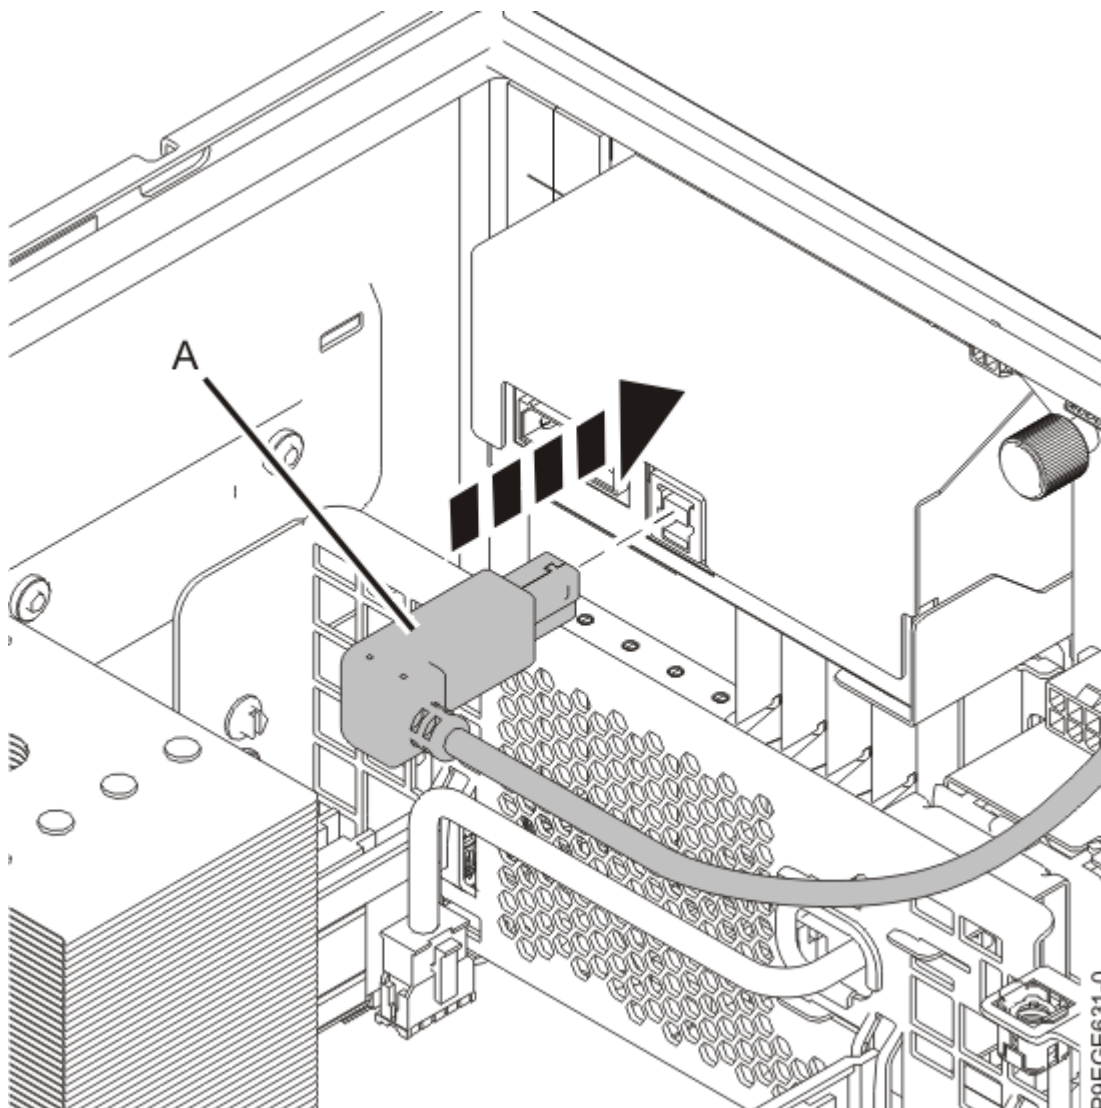

Figure 31. Rebranchement du câble USB RDX
- e) Si le serveur est doté d'une station d'accueil RDX, branchez le câble USB **(A)** à l'arrière de la station d'accueil RDX, comme illustré à la Figure 31, à la page 33.